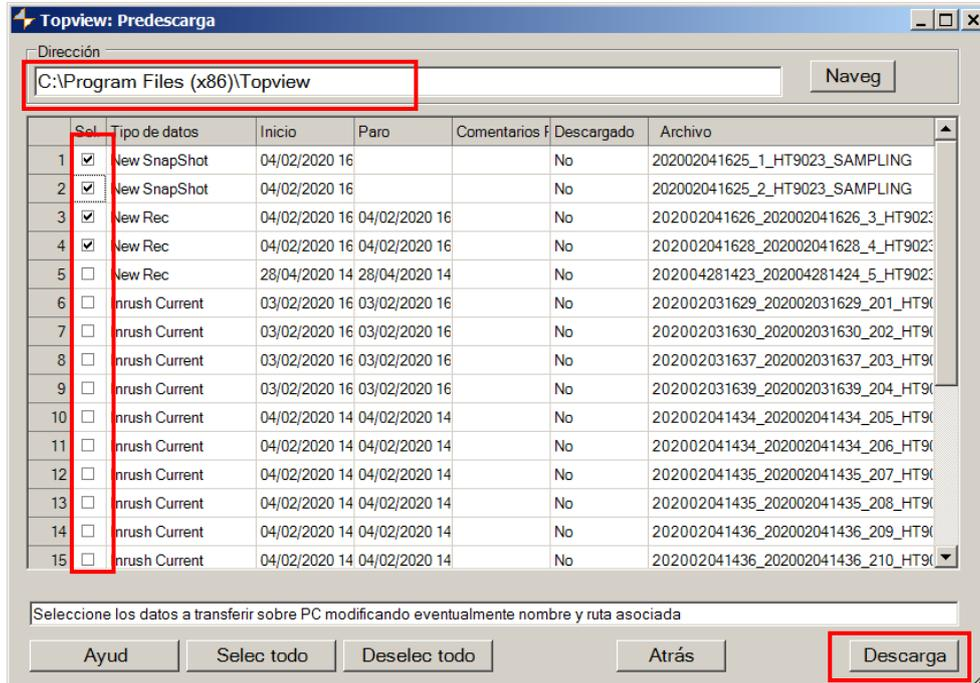

Fig. 17: Selección de pruebas para descarga de datos
7. Haga clic en el botón "**Seguir**" para abrir la ventana de descarga (ver Fig. 17). Seleccionar las medidas que desea descargar, la dirección donde desea guardarlas y haga clic en el botón "**Descarga**" para iniciar la operación